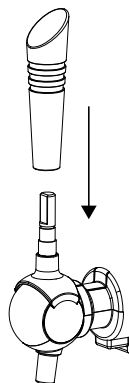

Fig.1
2. Bevestig de kraanhendel aan de kraan. Zorg ervoor dat de hendel stevig vastzit (Fig. 1).